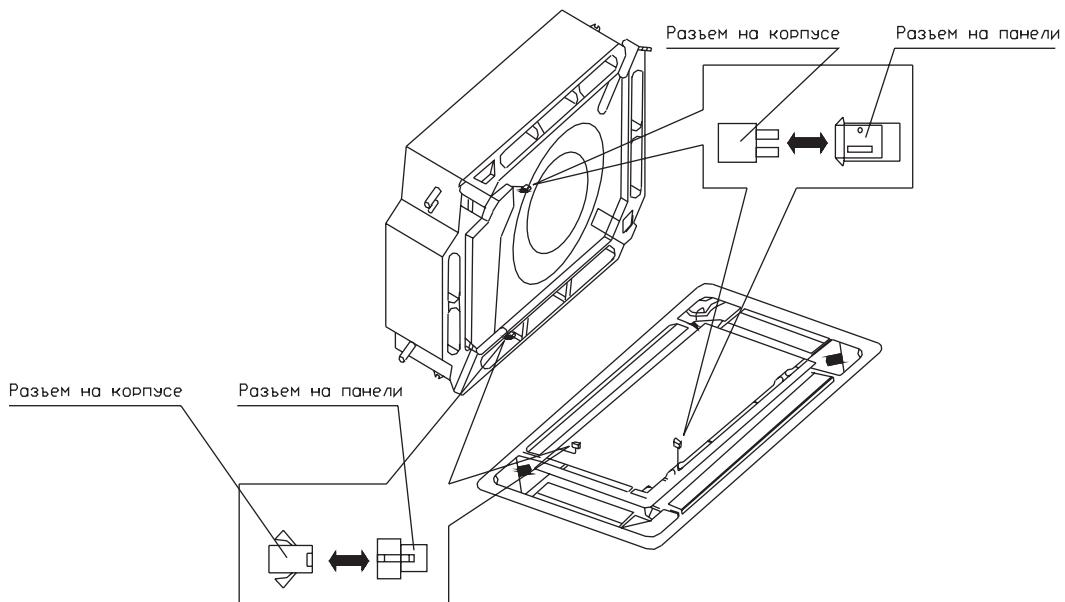

Рис. 10.23 — Установка декоративной панели
- Перед тем как установить декоративную панель подключите при помощи разъемов электродвигатель жалюзи (см. рисунок 10.23).